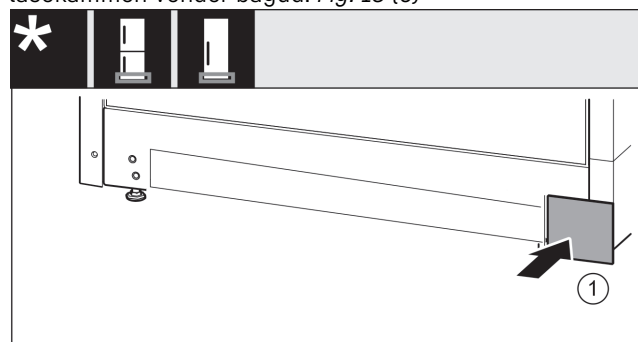

Fig. 19
- Sæt afdækningen på den anden side igen. Fig. 19 (1)